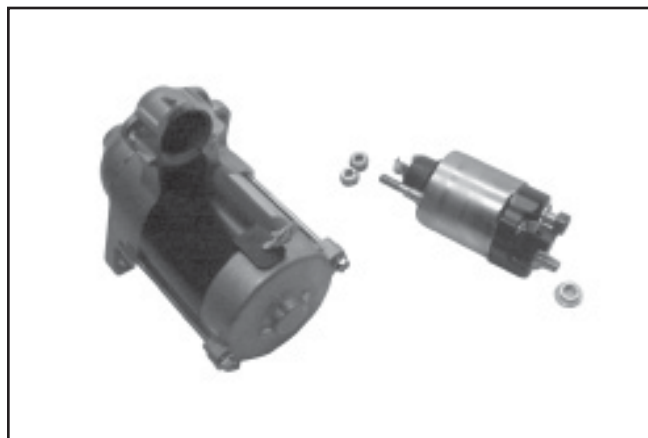

Figure 8-58. Démarreur avec solénoïde retiré.
2. Retirer les deux écrous à brides hexagonaux en maintenant le solénoïde et séparer avec précaution le solénoïde de l'ensemble du démarreur (l'extrémité avant du solénoïde doit être légèrement relevée pour permettre le désengagement du levier d'entraînement dans le démarreur). Voir la figure 8-58.